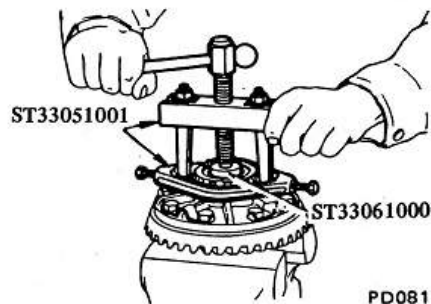

Fig. PD-72 Dépose d'un roulement de différentiel
7. Pour remplacer les roulements latéraux du différentiel, utiliser l'extracteur spécial ST3306S001 (constitué de ST33051001 et de ST33061000). Voir figure PD-72.